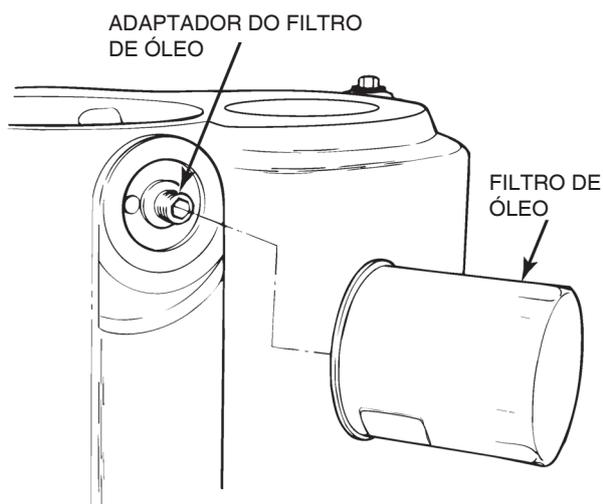

Figura 5.108
18. Se removido, instale o adaptador do filtro de óleo na caixa do diferencial. Use adesivo número Meritor 2297-T-4180 ou equivalente. Veja a Seção 4. Aperte o adaptador com 55-80 N.m (40-60 lb-ft). Figura 5.108
19. Aplique óleo lubrificante do eixo na junta do novo filtro de óleo. Instale o filtro de óleo no adaptador. Quando a junta no filtro tocar a caixa do diferencial, aperte o filtro de óleo 3/4 de volta. Se necessário, use uma ferramenta de aperto para filtros de óleo. Figura 5.108.